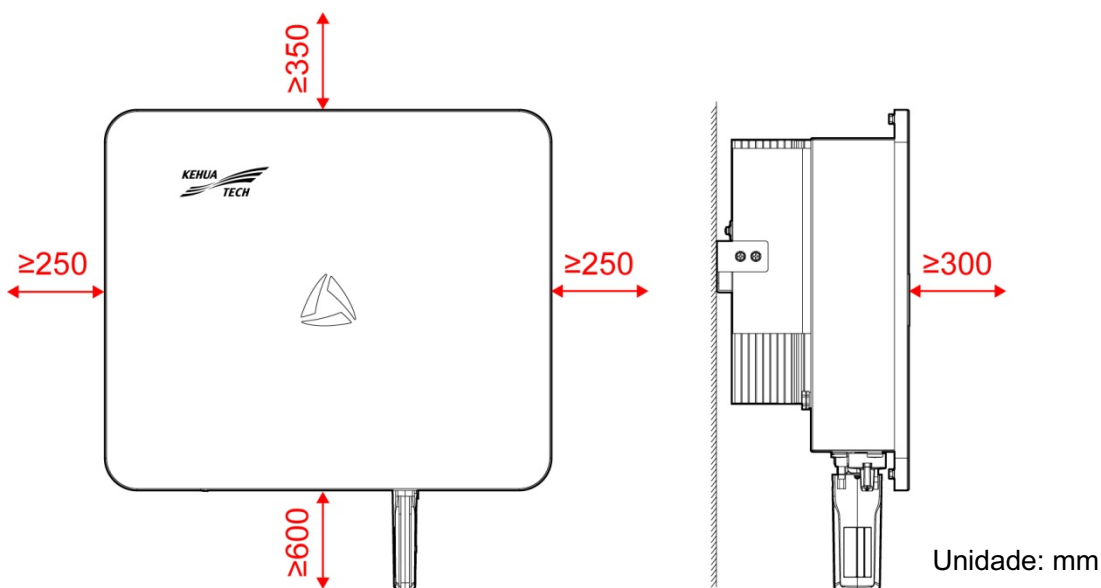
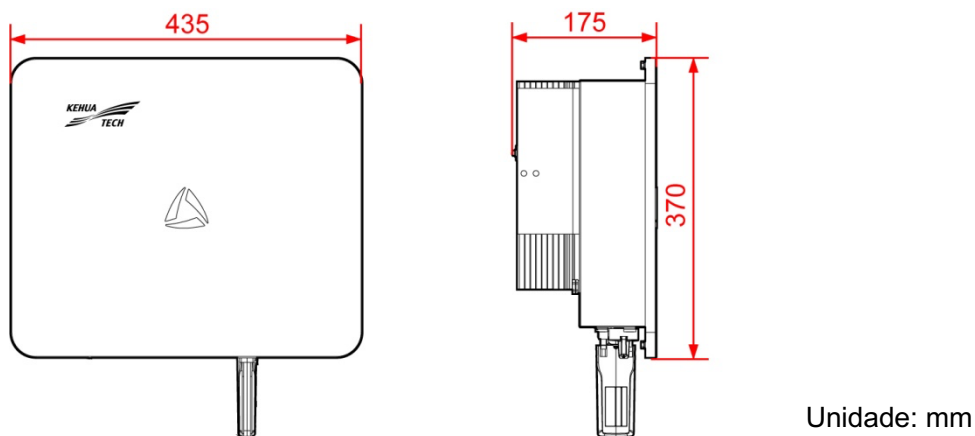

Figura3-3 Afastamentos para instalação
Figura3-6 Tamanho
Mantenha uma folga de pelo menos 300 mm da frente do inversor em relação a outros objetos, pelo menos 250 mm do lado esquerdo e direito do inversor em relação a outros objetos, pelo menos 350 mm da parte superior do inversor em relação ao teto e pelo menos 600 mm da parte inferior do inversor em relação ao solo, o que é bom para dissipação de calor ou manutenção, como exibido na Figura3-3.
- Etapa 1 Determine o local de instalação de acordo com o tamanho do inversor (como exibido na Figura3-6) e a folga de instalação (como exibido na Figura3-3).